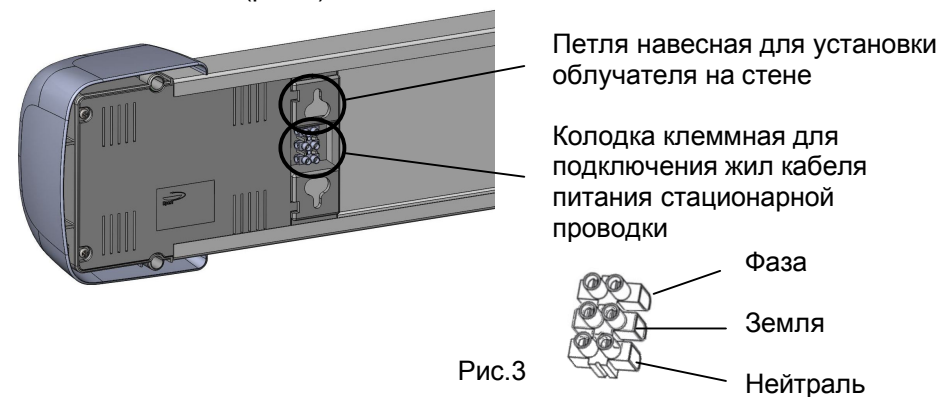

Рис.3
- Установить облучатель на место, предварительно подсоединив жилы кабеля питания стационарной проводки к клеммной колодке (рис.3), расположенной на задней стенке правого торцевого блока, в соответствии со схемой подключения.
- Снять облучатель со стены, предварительно отсоединив жилы кабеля питания стационарной проводки от клеммной колодки, расположенной на задней стороне правого торцевого блока (рис.3).
- 5.4. Подключение к стационарной сети напряжением 220 В осуществляется трехжильным кабелем питания стационарной проводки через трехклеммную колодку (фаза / земля / нейтраль), расположенную на задней стенке правого торцевого блока (рис.3). Сечение жил кабеля не более 6 мм².
- Снять облучатель со стены, предварительно отсоединив жилы кабеля питания стационарной проводки от клеммной колодки, расположенной на задней стенке правого торцевого блока (рис.3).
- Установить облучатель на место, предварительно подсоединив жилы кабеля питания стационарной проводки к клеммной колодке (рис.3), расположенной на задней стенке правого торцевого блока в соответствии со схемой подключения.
- 6.5. Подключить жилы кабеля питания стационарной проводки 220 В (фаза / земля / нейтраль) к трехклеммной колодке, расположенной на задней стенке правого торцевого блока, в соответствии со схемой подключения (рис.3).
- 6.6. Установить облучатель в выбранном месте на стене. Совместить петли навесные облучателя (рис.3) с установленными дюбелями и шурупами.
- Подключить напряжение 220 В к облучателю через трехклеммную колодку, расположенную на задней стенке правого торцевого блока (рис.3).